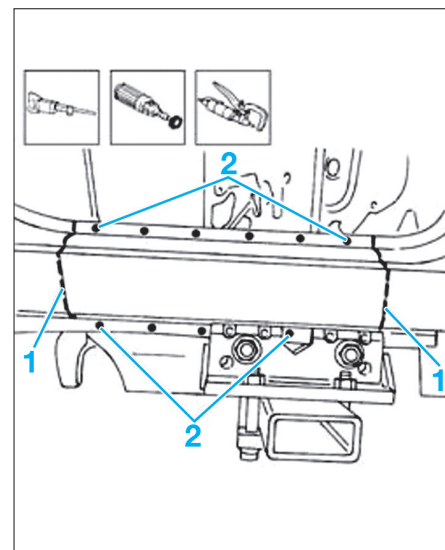

FIG. 19
- Découper et dépointer en zone (1) et (2) (Fig.19).